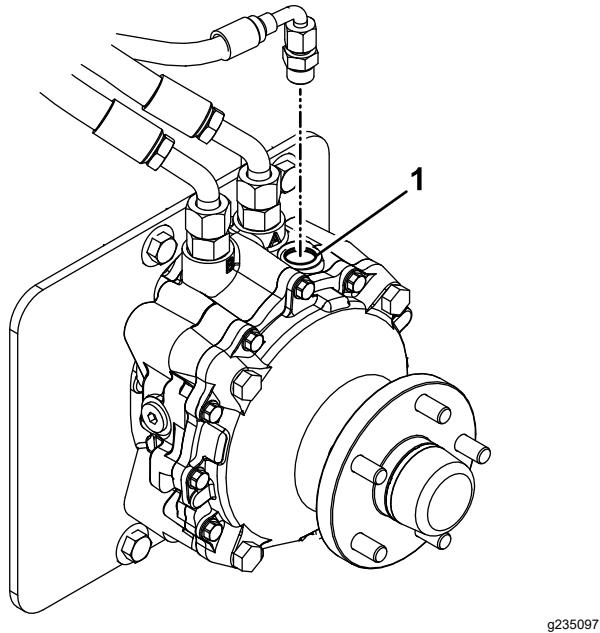

Figure 69
9. Retirez le bouchon de l'orifice de remplissage sur le dessus de chaque moteur de roue (Figure 69).